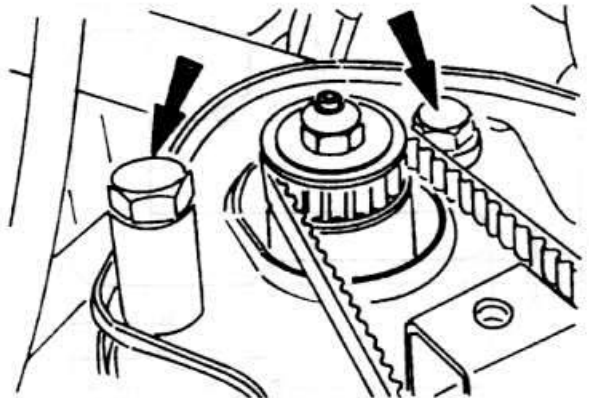

Рис. 6.24
- ♦ Отвинтите зажимной болт на оси регулировочного узла и наклоните узел вниз (рис. 6.24).